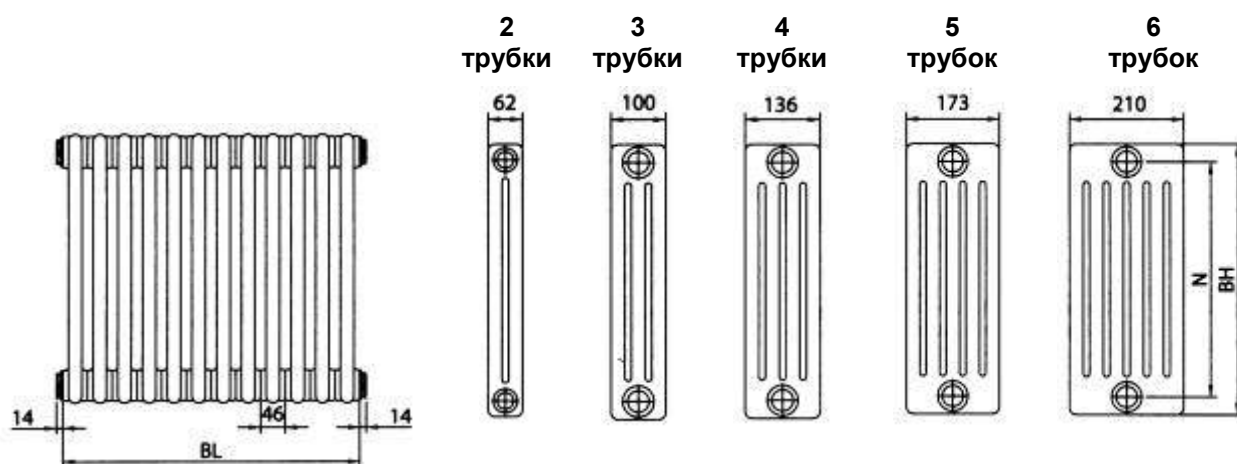

Рис. 1.2. Номенклатурный ряд радиаторов «Zehnder Charleston»
1.5. Номенклатура радиаторов «Zehnder Charleston» и «Zehnder Charleston Completo» представлена на рис. 1.2 и 1.3 и в табл. 1.1.